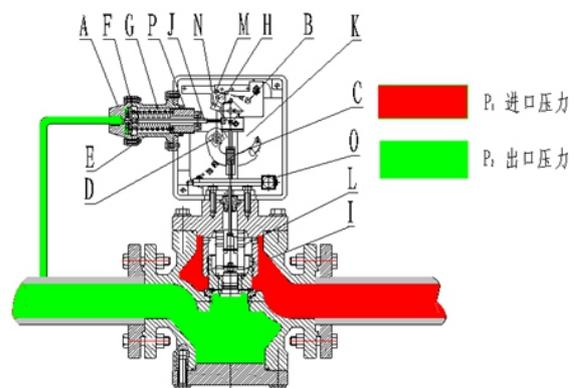

图1 工作原理
●RQJ系列紧急切断阀由监控装置(A)、切断机构(B) 阀头行程显示器(C)、复位装置(D)等部件组成(图1)。
●如图1所示，切断阀正常运行情况下，下游监控处气体的压力 P_2 通过信号管反馈作用在监控膜(F)上的压力与预先设定的弹簧(G)作用在监控膜上的压力达到比较精确的平衡，执行器中限位钩(K)与切断机构中的杠杆(H)保持扣上，阀头(I)一直处于完全开启状态。